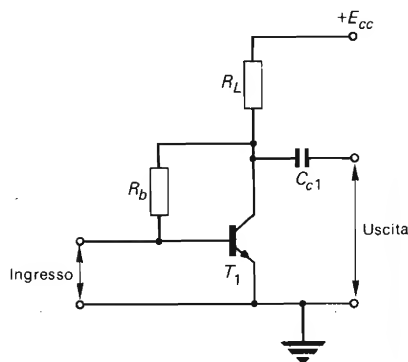

Fig. 6.6 - Polarizzazione mediante resistore fra collettore e base per un transistor connesso ad emettitore comune.
(2) Una configurazione più efficiente nei confronti della stabilità del circuito è mostrata in Fig. 6.6: il resistore di polarizzazione  $R_b$  è collegato fra i terminali di collettore e base del transistor. La corrente di polarizzazione di base è data dall'espressione: